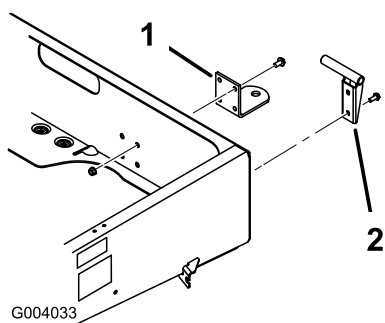

図 8
2. ヒッチとフレームの取り付け穴を整列させる。取り外したネジ類を使ってヒッチを取り付ける（図 8）。
2. 左ピボット・ブラケットをフレームの左後角に取り付ける（フランジ・ヘッドねじ(3/8 x 1 インチ) 2本を使用）。各ネジを 22 N.m にトルク締めする。ブラケットは 図 8 のように組み付ける。